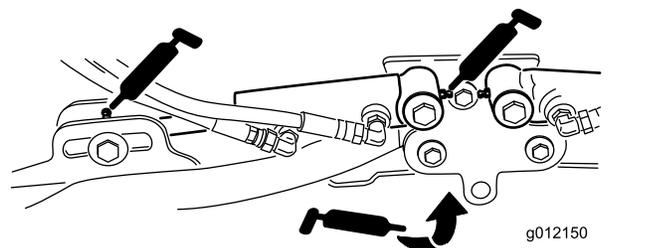

图45
- 滚刀组提升臂枢轴每个滚刀组 2 个 图45
- 提升臂枢轴每个滚刀组 1 个图45